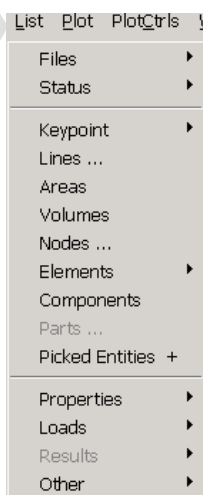

图1.6 【List】菜单
- **【List】菜单:** 主要用于列表显示数据库中的数据, 如图 1.6 所示。例如: **【Lines...】** 命令用于列表显示线的数据信息; **【Components】** 命令用于列表显示组件的数据信息等。